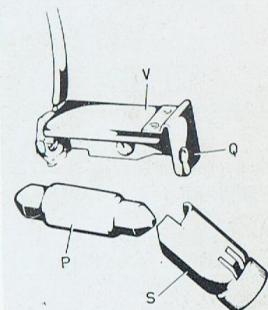

Abb. 26
- die Glühbirne «P» mit ihrem Schirm «S» aus der Lampenfassung «V» (Abb. 26) entfernt und dann